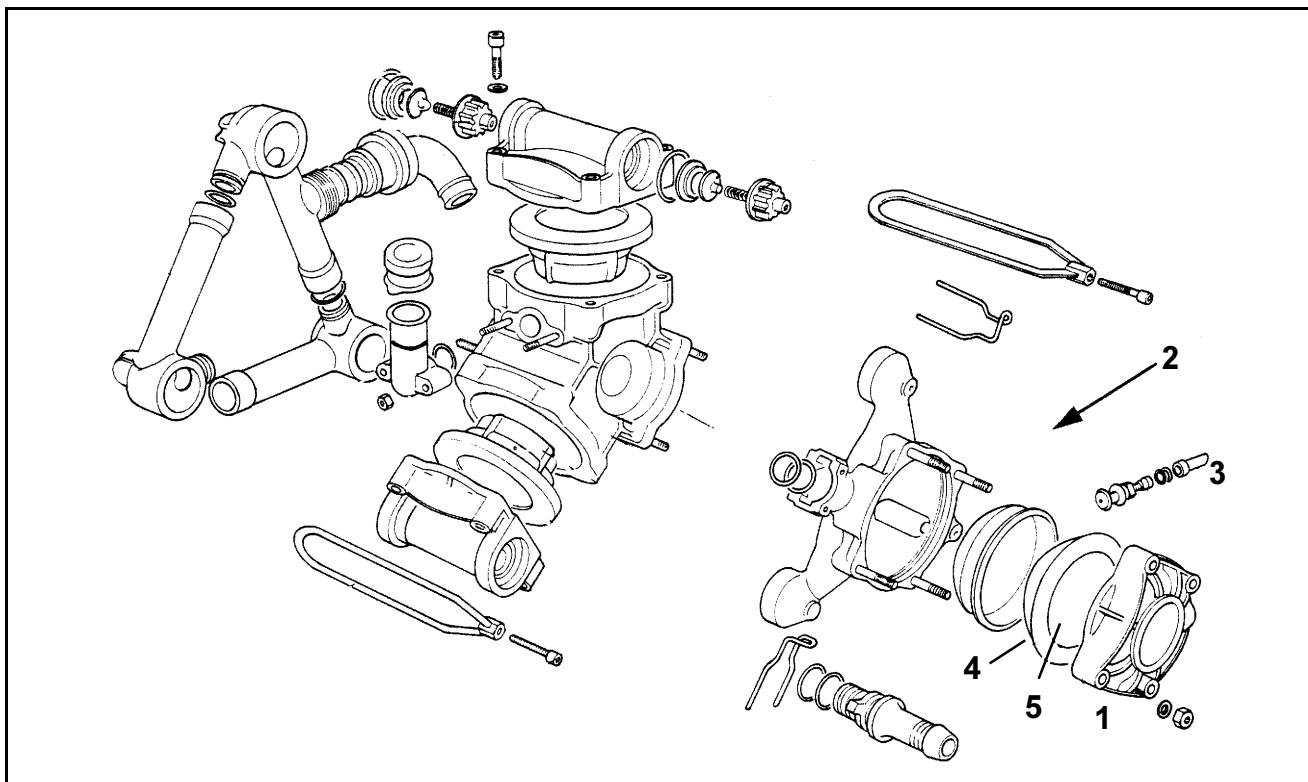

Рис. 132
Перед демонтажем крышки ресивера (Рис. 132/1) необходимо снизить давление в ресивере выпустив воздух из ресивера (Рис. 132/2) через воздушный клапан (Рис. 132/3).
- Демонтируйте крышку ресивера (Рис. 132/1) выкрутив четыре болта и извлеките мембрану (Рис. 132/4).
При монтаже мембраны следите за тем, чтобы она точно стала на свое место, а открытая поверхность (Рис. 132/5) выпуклой мембраны указывала в направлении крышки ресивера (Рис. 132/ 1).